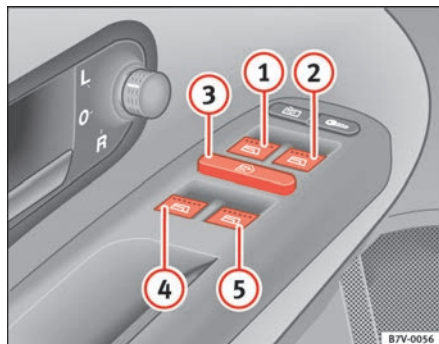

Fig. 64 Detalle de la puerta del conductor: teclas de los elevavinas delanteros y traseros
- Pulse la tecla ⇒ fig. 64 ①, ②, ④ o ⑤ para abrir la ventanilla correspondiente.
Mediante el mando de seguridad ⇒ fig. 64 ③ dispuesto en la puerta del conductor puede desactivar las teclas de los elevavinas de las puertas traseras.
La función de subida y bajada automática de los elevalunas eléctricos sólo puede manejarse mediante los mandos dispuestos en la puerta del conductor. Las teclas ⇒ página 107, fig. 64  y  tienen dos posiciones para la apertura de las ventanillas delanteras y otras dos para el cierre. De este modo es más fácil controlar las operaciones de apertura y cierre.